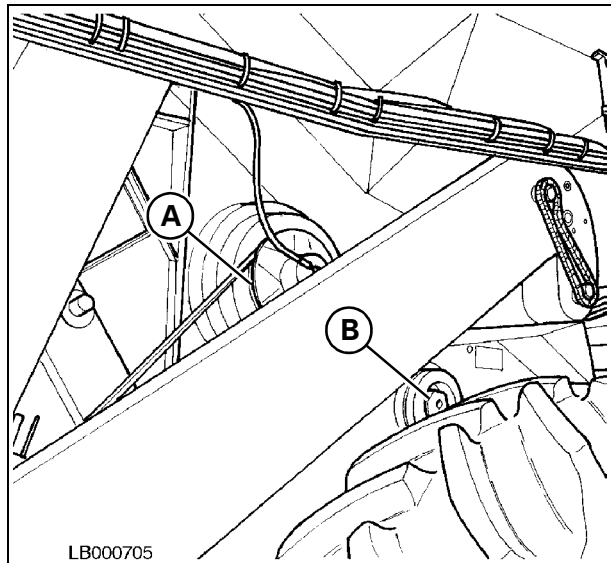

Рис. 5
1.) ВАРИАТОР ЦИЛИНДРА - Рис. 5